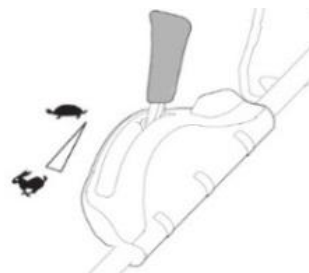

Fig. 11E
- Si la tondeuse est équipée d'un système de vitesse variable .La vitesse peut varier de de 2,8 km/h à 3,8 km/h. Fig. 11E
5. La poignée de vitesse variable peut modifier la vitesse de déplacement de la tondeuse. Fig. 11E